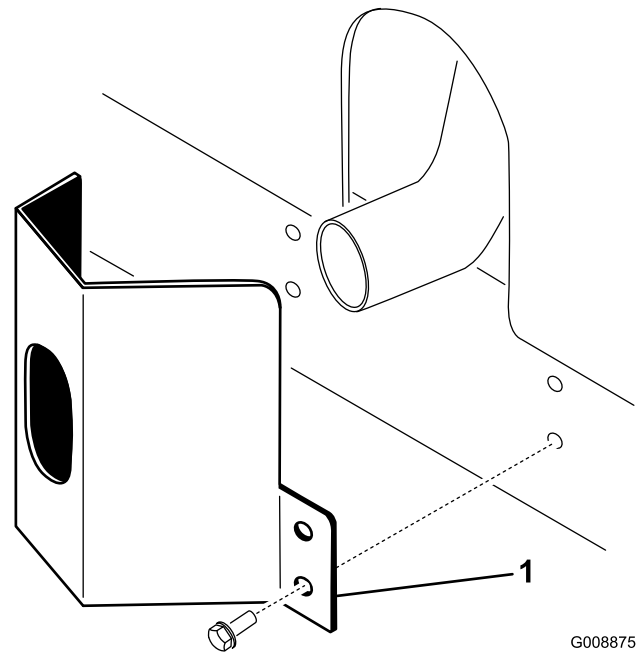

Bild 10
1. Positionieren Sie das Auspuffschutzblech um den Schalldämpfer, während Sie gleichzeitig die Befestigungslöcher auf die im Rahmen abstimmen (Bild 10).
2. Befestigen Sie das Auspuffschutzblech mit vier Blehschrauben am Rahmen (Bild 10).